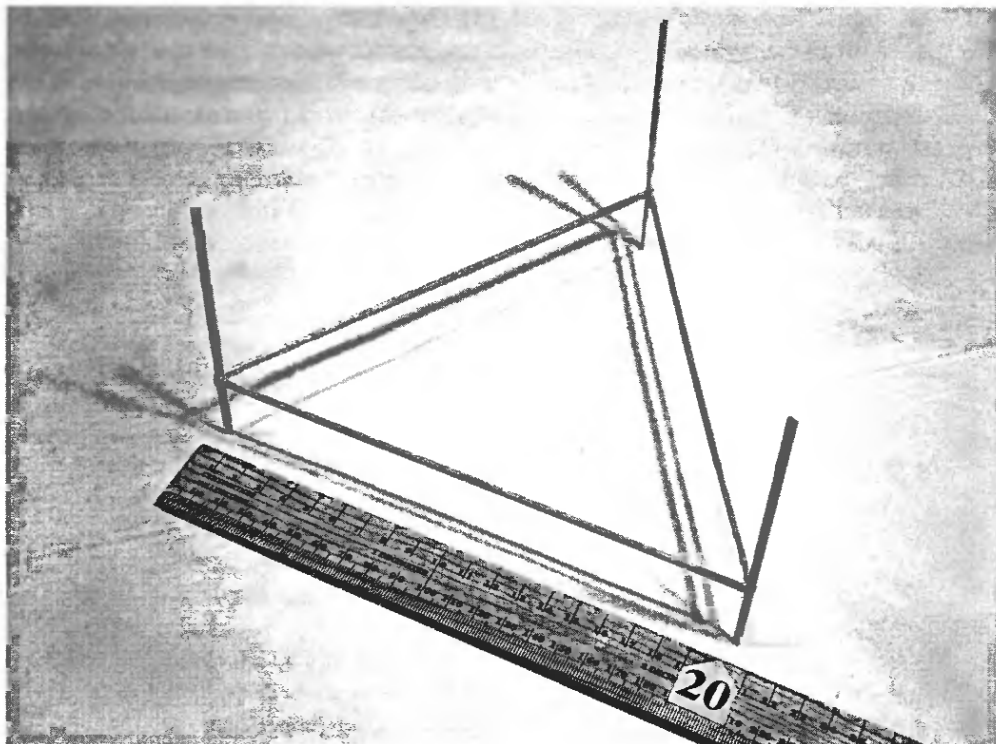

Рис. 1.14. Опоры из дерева бальза в сборе
4. Завершите сборку каркаса (рис. 1.14). Склейте вместе три опоры каркаса подъемного аппарата с использованием суперклея, как в предыдущем пункте. Приклейте концы пластинок 20 см, которые вы еще не соединили, к другой стороне отметок 4 см, которые вы нанесли на вертикальные пластинки. Убедитесь, что концы каркаса подъемного аппарата направлены вверх, как это показано на рисунке.